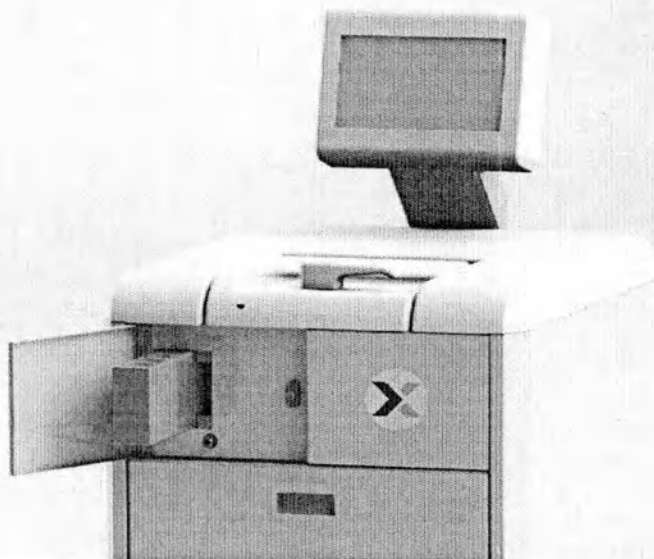
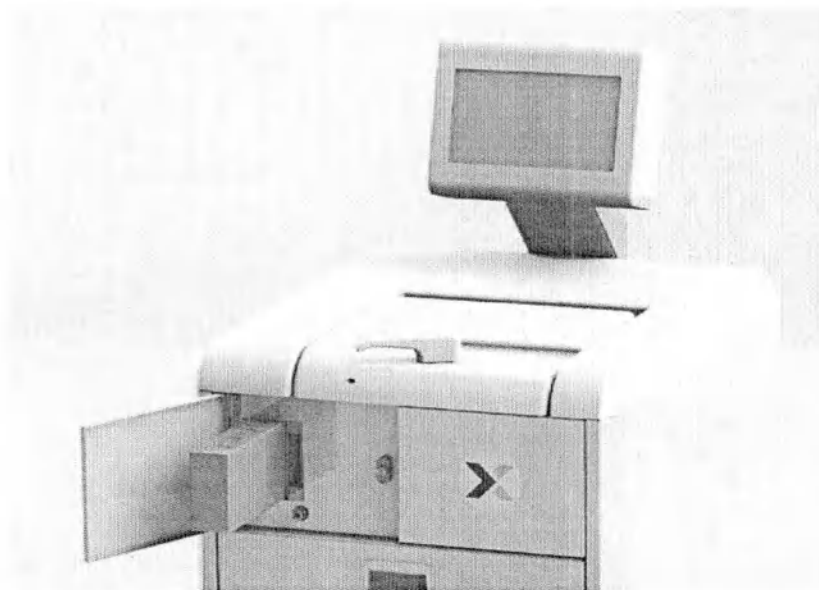

Рисунок 3.8 – Отсек угольного фильтра в варианте исполнения NX01.150
Рисунок 3.9 – Отсек угольного фильтра в варианте исполнения NX01.300
3.3.5 Угольный фильтр (Рисунок 3.8 и Рисунок 3.9) предназначен для поглощения примесей, образующихся при проведении гистологической проводки.